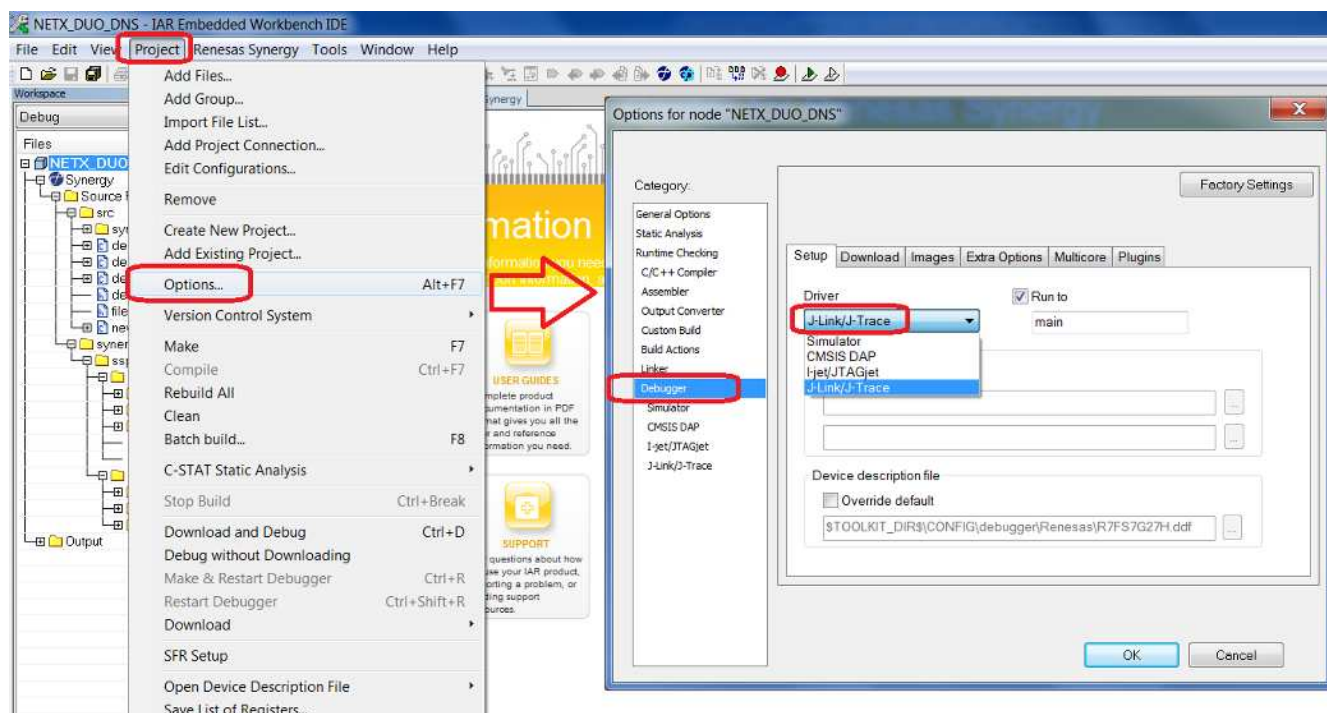

図 1.13 Debugger 設定 1
1. 図 1.13 のとおり、**Project > Options > Debugger > Setup > Driver** の順にメニューをクリックして、デバッグプロンプを確認してください。